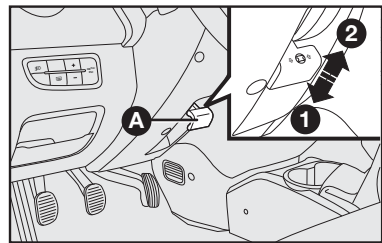

fig. 13
VOLANTE - fig. 13
- 1) deslocar a alavanca A-fig. 13 para a posição 2-fig. 13;